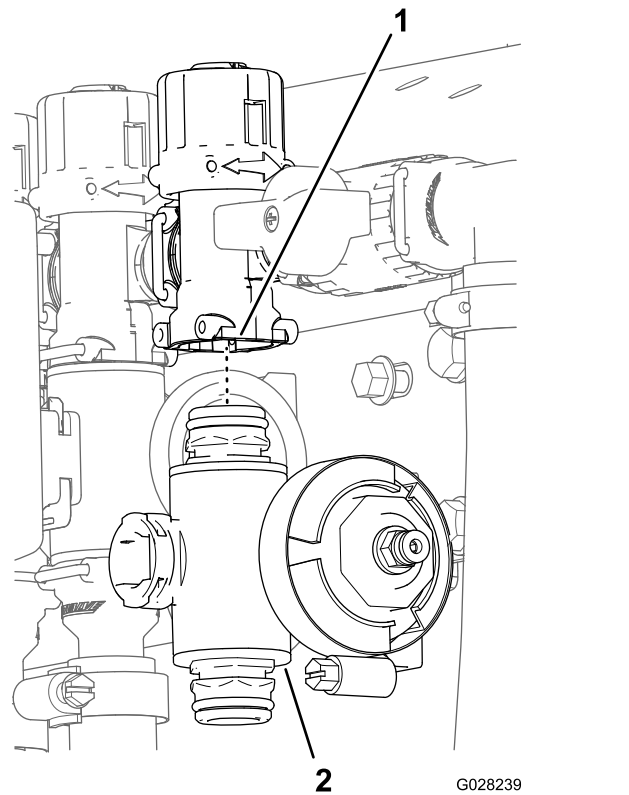

Bild 121
3. Entfernen Sie für die linken oder rechten Auslegerabschnittsventile die Bundkopfschrauben und Sicherungsbundmutter, mit denen die Abschnittsventile an der Ventilhalterung befestigt sind. Entfernen Sie die Ventilverteiler für das mittlere Abschnittsventil von der Maschine; entfernen Sie den Abschnittventilverteiler von der Maschine (Bild 121).